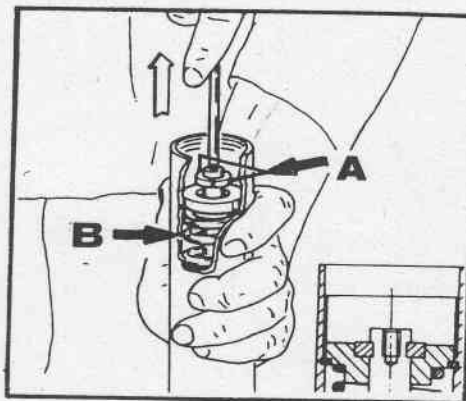

Fig. 22 - Stelo estensione (dx).
- avvitare sulla sommità dell'asta dell'ammortizzatore un perno filettato M4 di lunghezza 500 mm. (per non permettere al pompante di cadere all'interno), quindi tirando verso l'alto liberare dal loro fissaggio sull'asta stessa, i due semianelli (A Fig. 22). Sfilare dall'interno della canna lo scodellino superiore, il tubetto di precaria e la molla stessa (B Fig. 22);